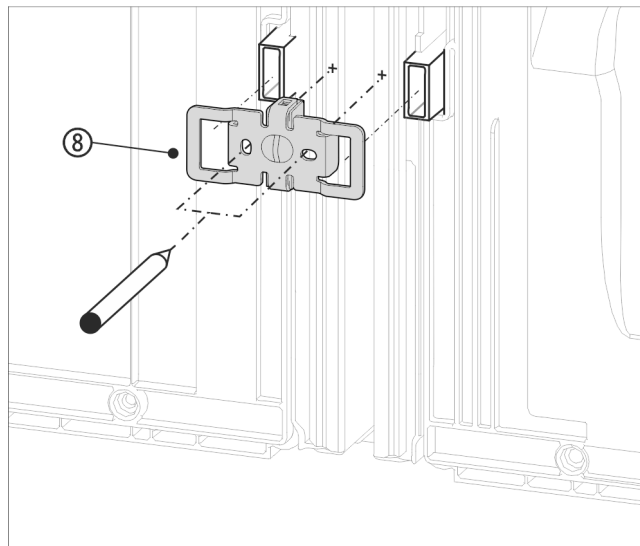

Fig. 17 Zobrazení příkladu
- Úhelník Fig. 17 (8) zasuněte vybráním přes úchyt pro vymezovač odstupu od stěny.